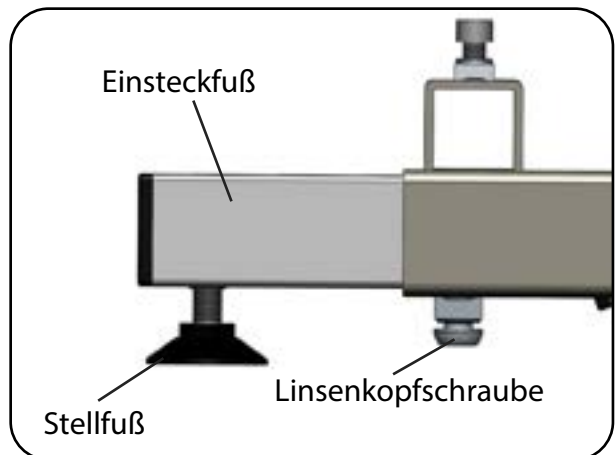

Abb. 6.7.04 - aks-B4c mit montierten Einsteckfüßen
8. Stecken Sie die Einsteckfüße in die vier Öffnungen des Unterrahmens (Abb. 6.7.04).
10. Schrauben Sie nun die mitgelieferten Linsenkopfschrauben M10 x 55 ein und ziehen Sie diese mit dem Inbusschlüssel an (Abb. 6.7.04).